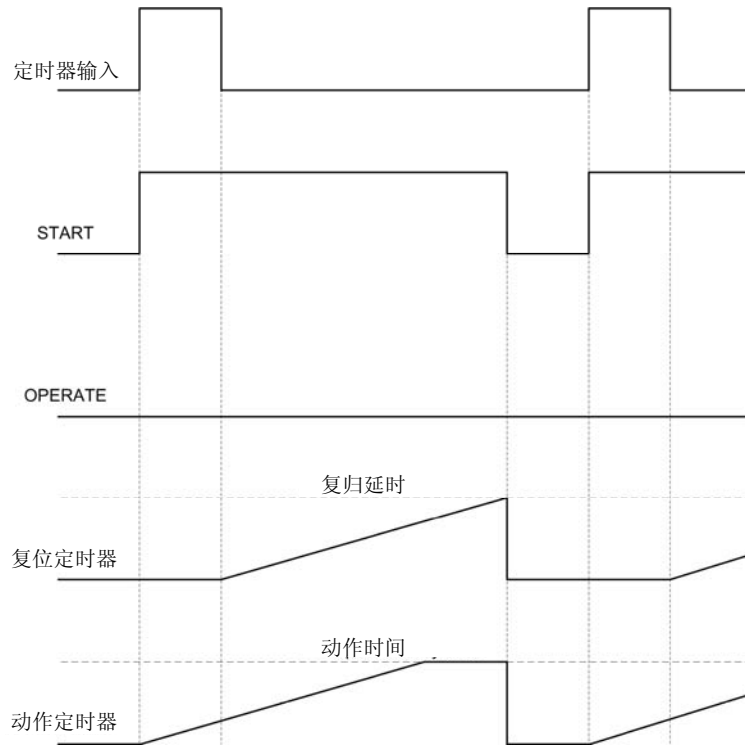
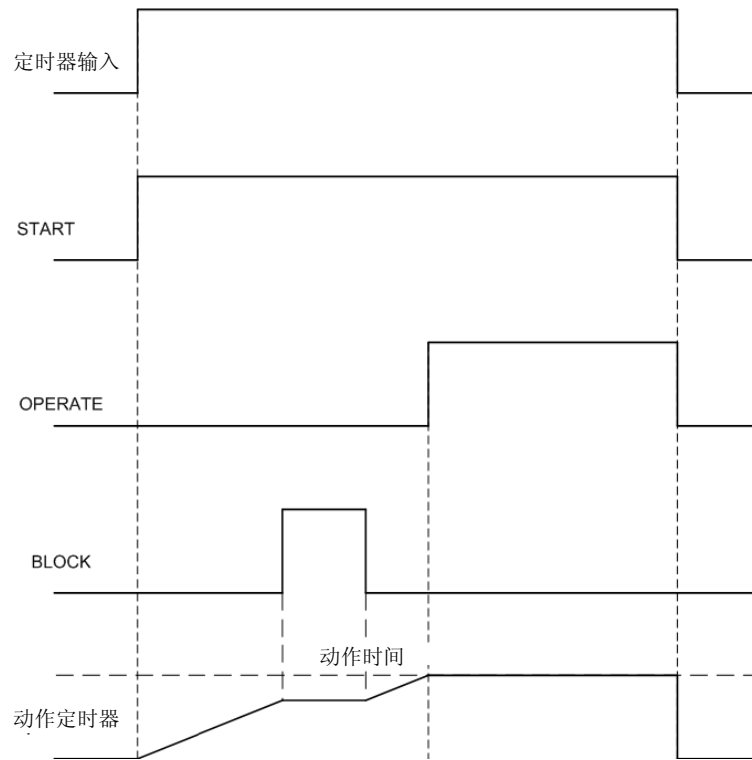

图 82: 下降期长于设定的复位延时。
图 84: 选择闭锁模式时，闭锁输入的操作影响是“停止定时器”
当下降期长于设定的复位延时^①时，如图 82，定时器输入信号（此处为定时器输入）有效，假设电流大于设定的启动值。当电流小于设定的启动值和设定的滞后区时，输入信号无效。检测到故障电流时，定时器输入会增大。定时器输入可以激活 START（启动）输出，而动作定时器会开始计时。复位（下降）定时器在定时器输入下降（及故障消失）时启动。当复位（下降）定时器时间过去，动作定时器就会被复位。因为这在另一次启动前发生，所以动作输出就不会被激活。
如果在动作定时器运行期间激活 BLOCK（闭锁）输入，如图 84，定时器会在 BLOCK（闭锁）时间有效时被冻结。如果定时器输入的无效时间长于通过复归延时定值设定的时间，那么动作定时器就会以图 82 中说明的相同方式被复位，并且上述操作与 BLOCK（闭锁）输入无关。